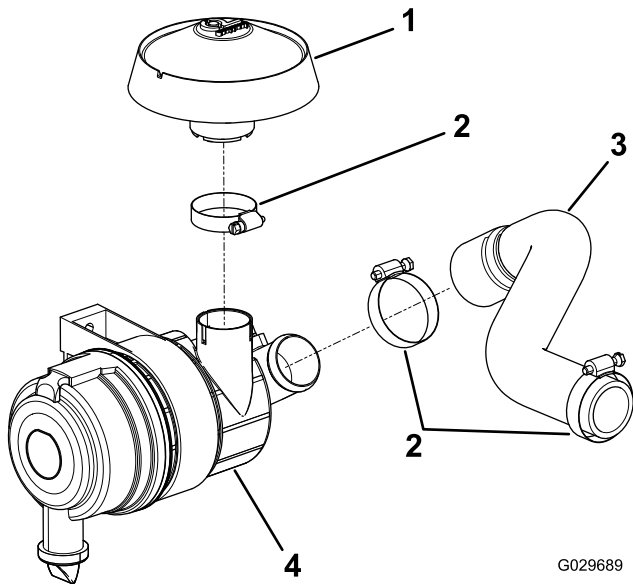

図 3
1. レインキャップを既存のエアフィルタアセンブリに固定しているホースクランプをゆるめる 図 3。
3. ホースをエアフィルタアセンブリに固定しているホースクランプをゆるめる 図 3。